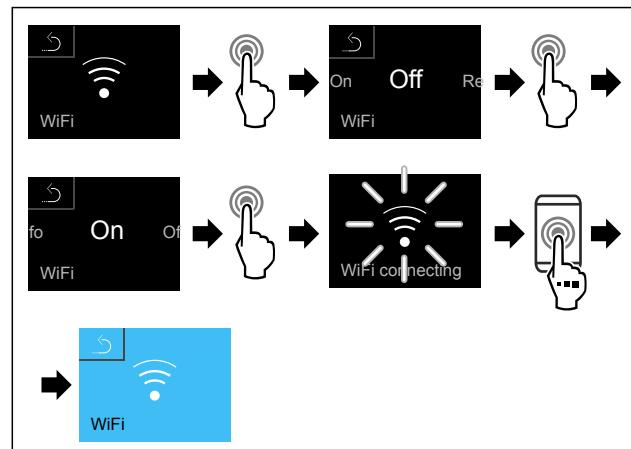

Fig. 96
- Obavite korake postupka (pogledajte Fig. 96).